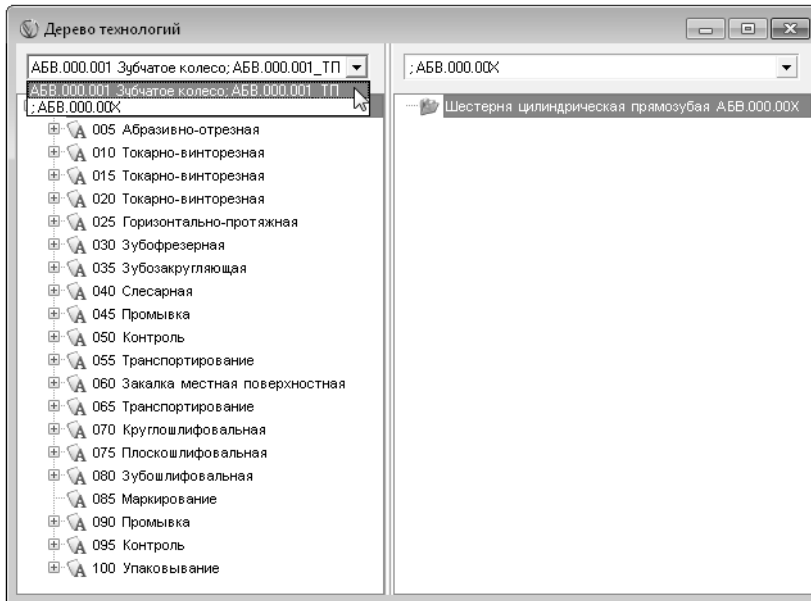

Рис. 13.3.
7. В открывшемся окне в левой части из списка ТП выберите ТП источник операций и переходов, а в правой части из списка выберите проектируемый ТП, как показано на рис. 13.3.